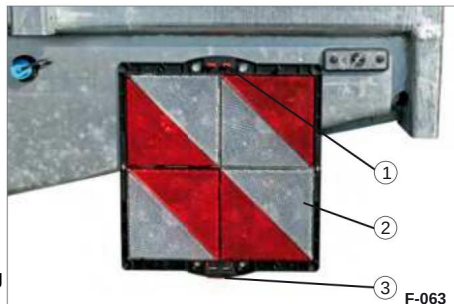

Fig. 95 Eksempel: Parkeringsadvarselsskilt
• Tryk på tryksikringen (Fig. 95/3) og fold den øverste halvdel af advarselspanelet ned.
Tryksikringen (fig. 95/3) går automatisk i indgreb i låsen (fig. 95/1).